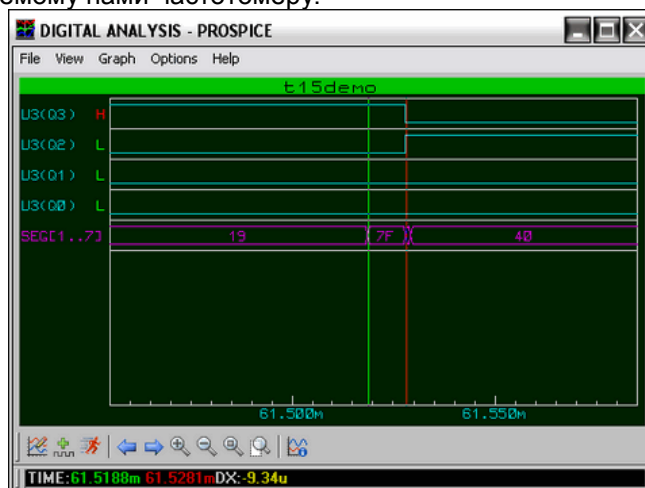
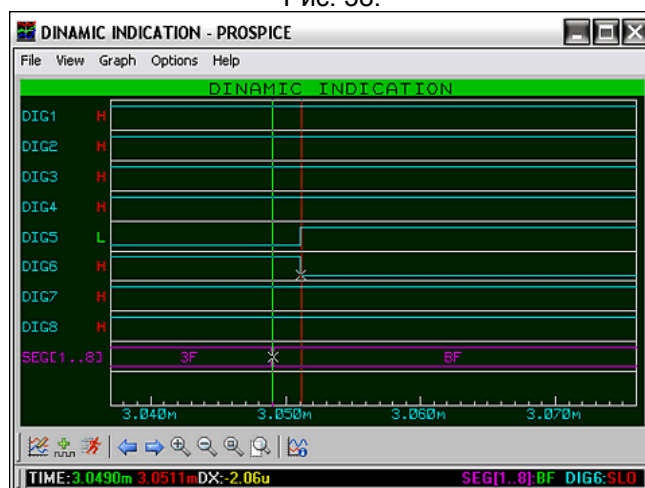

Рис. 38.
Рис. 39.
Небольшой комментарий для тех, кто попытается самостоятельно разместить в этом проекте график. Если при попытке запустить график на исполнение ISIS ругнется на отсутствие лицензии на модель индикатора **7SEG-MPX4-CA**, просто обновите эту модель. Для этого зайдите в библиотеку, найдите эту же модель и дважды щелкните по ней, чтобы она поместилась в селектор объектов. На вопрос Протеуса произвести **Update** - ответьте утвердительно. Связано это с тем, что по каким-то причинам в этом примере затесалась модель индикатора с ограничением на использование графиков. Для тех, кому некогда этим заниматься я во вложение поместил уже подправленный проект, в котором попутно заменил модель микроконтроллера **Tiny15** на модель из библиотеки **AVR2.DLL**. На одном графике размещен полный период индикации четырех разрядов, а на другом (Рис. 38) растянут во времени момент смены первого и второго разрядов. Отметьте, что в данном случае применен индикатор с общим анодом, поэтому сигналы противоположны по уровням по отношению к анализируемому нами частотомеру.
Для сравнения на Рис.39 помещен аналогично растянутый во времени момент смены пятого и шестого разрядов индикатора частотомера. Я нарочно выбрал этот момент, потому что в данном случае происходит добавление десятичной запятой (сигнал **\$BF** на шине). Обратите внимание на график работающей индикации (Рис. 38). На момент смены горящих разрядов (в данном случае логических единиц) на шине сегментов на время около 9.4 микросек появляется сигнал **\$7F** (я выделил его двумя маркерами), т.е. тоже фактически все единицы. Происходит кратковременное гашение разряда индикатора – и с анода единица и с сегментов все единицы. Теперь рассмотрим наш «тяжелый случай» (Рис. 39). Мало того, что никакого гашения и в помине нет, так еще и смена сигнала на шине сегментов (зеленый маркер) происходит на 2 микросек раньше, чем смена нулей на катодах.
В левой колонке выбираются основные цвета оформления для всех графиков: **Outline** – линии сетки и координат, **Background** – фон, **Title** – заголовки, **Text** – текст, **Tagged** – контрольные точки. В средней колонке устанавливаются цвета для шести трасс аналоговых графиков, в правой для цифровых, т.е. для нашего случая. Мы и можем наблюдать на рис. 38,39 бирюзовые трассы сигналов и фиолетовую для шины, используемые по умолчанию. Напомним, что изменять цвета графиков можно и из основного меню ISIS **Template** -> **Set Graph Colours...**
**Zoom To Area** – включает курсор в режим выделения площади (белый квадрат с прицелом), после чего можно, удерживая нажатой левую кнопку мыши, выделить участок для увеличения. Для Digital Graph масштабирование происходит только по оси X. Именно этим режимом я воспользовался несколько раз, чтобы растянуть нужные участки графика так, как показано на рис. 38,39.